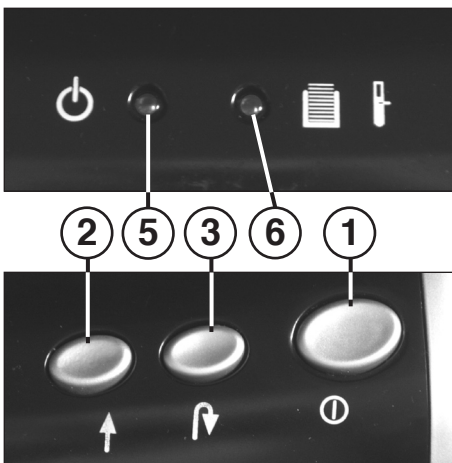

Fig. 1
- 1 = Drukschakelaar „Gereed“ (Fig. 1)**
- 2 = Vooruittoets (Fig. 1)**
- 3 = Achteruittoets (Fig. 1)**
- 5 = Controlelampje „Gereed“ (Fig. 1)**
- 6 = Controlelampje (rood / geel) (Fig. 1)**
Machine met de drukschakelaar (1) (Fig. 1) inschakelen. Controlelampje (5) (Fig. 1) gaat branden.
Indien de opvangbak voor papier vol is, schakelt het apparaat uit. Een signaaltoon weerklinkt. Het controlelampje (6) (Fig. 1) brandt (rood).
- Neem de opvangbak (9) met opvangbakje (10) uit de behuizing.
- De signaaltoon stopt. Controlelampje (6) (Fig. 1) gaat uit.
U gelieve erop te letten dat het apparaat 's nachts uitgeschakeld is (drukschakelaar (1) (Fig. 1) bedienen).